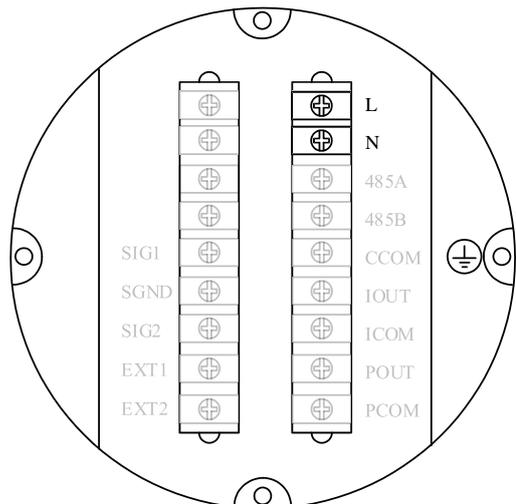

图 30
该仪器必须按规定进行接地，以保护操作人不会受到电击，如图 30。
1. 220VAC 电源—图 30